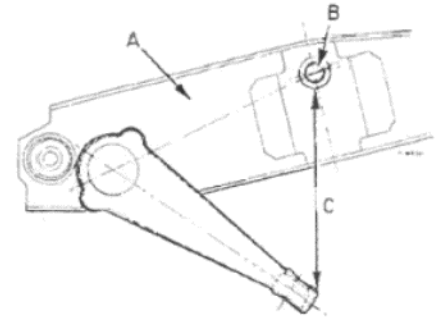

Рисунок 7.12. Установочное положение рычага торсионной балки, подвеска без нагрузки (Раздел 11)
10. После того, как торсионная балка будет установлена на автомобиль должным образом, следует установить регулировочный рычаг на балку, под определенным углом, как изображено на схеме (см. Рисунок 7.12).